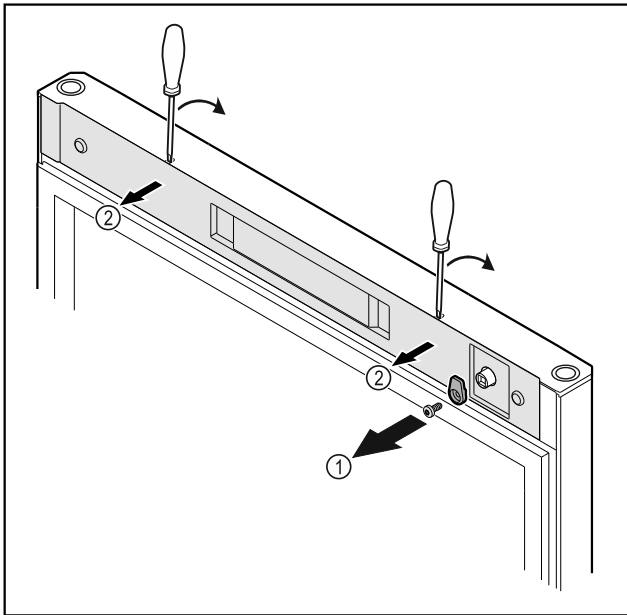

Fig. 11
- ▶ Odšroubujte petlici Fig. 11 (1).
- ▶ Uvolněte kryt Fig. 11 (2) malým šroubovákem a sejměte jej.